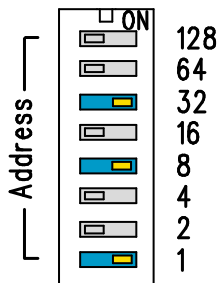

Figura 48 Ejemplo de interruptor DIP de Dirección MAC
- 4 Interruptores DIP para configurar la dirección MAC del dispositivo: consulte Figura 48 (página 72)